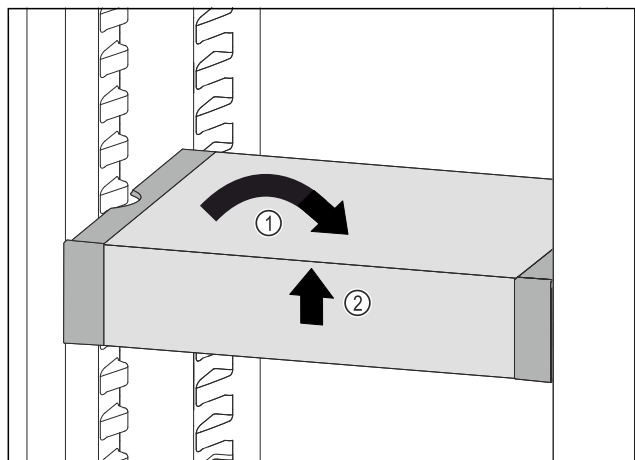

Fig. 94
- ▶ VarioSafe recht zetten. Fig. 94 (1)
- ▶ VarioSafe aan voorkant optillen. Fig. 94 (2)